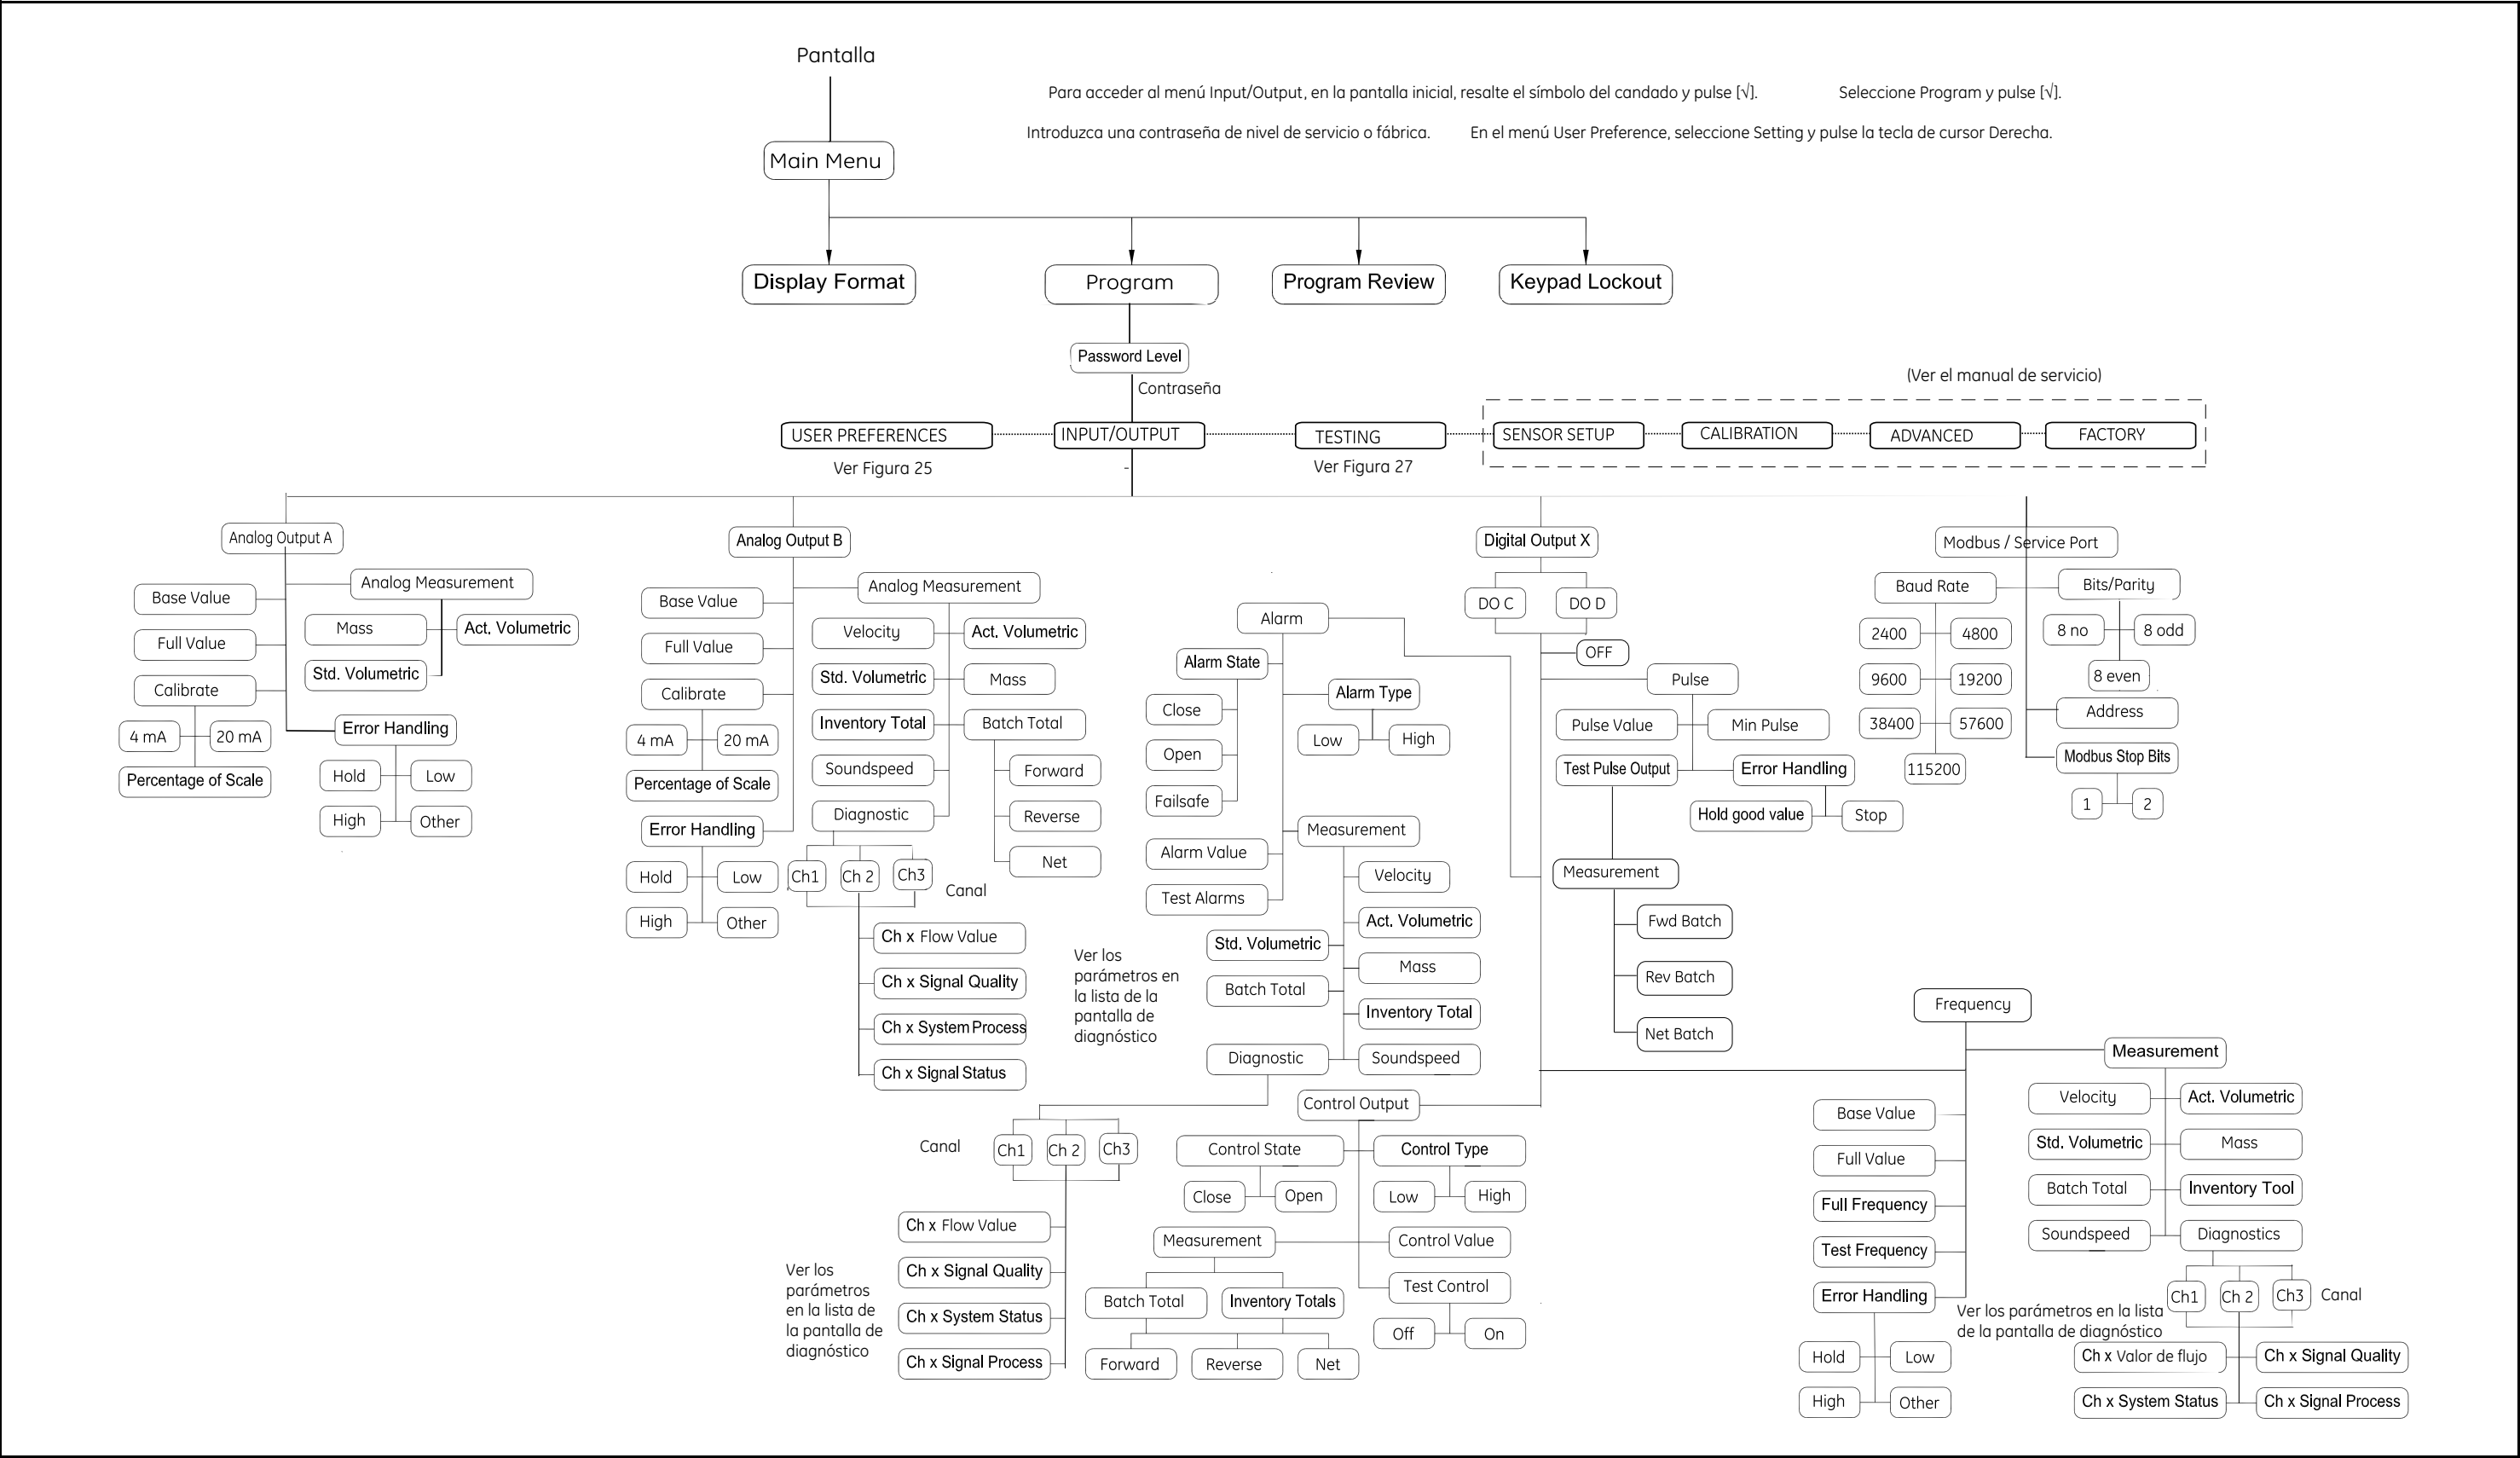

Figura 26: Mapa del menú Input / Output
- Figura 26, “Mapa del menú Input / Output,” en la página 82